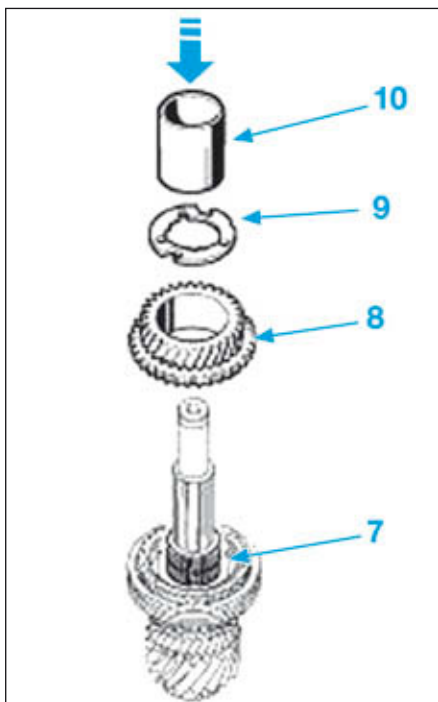

FIG.34
- Mettre en place la cage à aiguilles (7) (Fig.34).